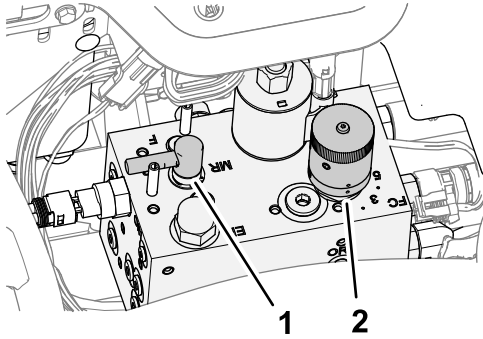

Bild 94
3. Drehen Sie den Läpphebel in die F-Stellung (Bild 94).